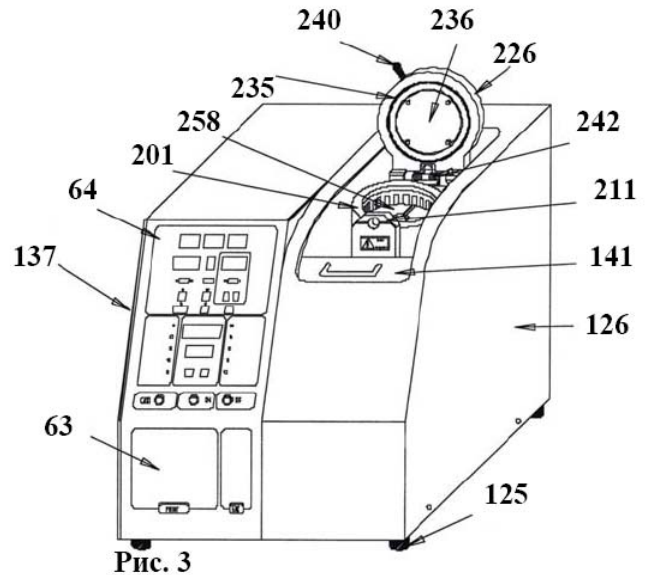

Рис. 3
- Съемный кожух (126, рис.3), оборудованный боковой дверью (137, рис.3), что обеспечивает доступ к электрическим и пневматическим компонентам, и верхней дверью (141, рис.3), которая защищает оператора в процессе работы;
- Печь (201, рис.3) с крышкой и запорным устройством (226, рис.3).
На левой стороне кожуха сверху расположена панель управления (64, рис.3); она включает электронную плату и кнопки запуска и останова. В
кожух можно встроить принтер «art.6084F» (63, рис.3) для создания отчета о выполнении процесса.